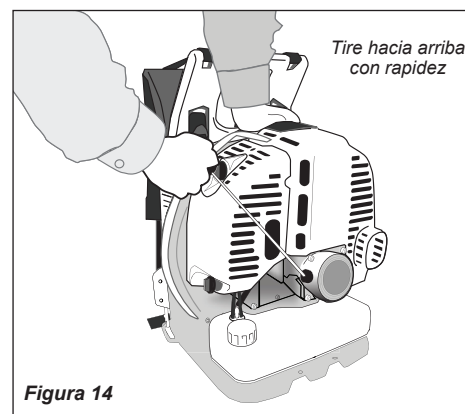

Figura 14
6. Con la mano derecha, tire del mango del arrancador lentamente hasta que sienta que el arrancador está engranado. Consulte la Figura 14.